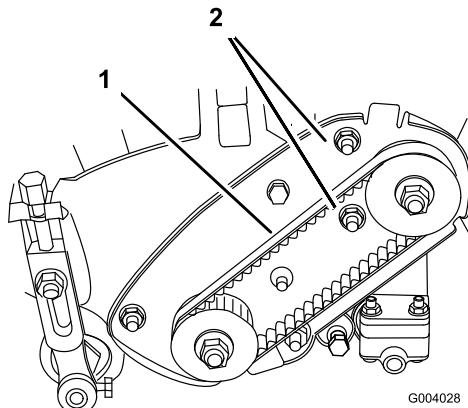

図 32
- A. ベアリング・ハウジング取り付けナットをゆるめる (図 32)。
- C. トルクレンチの設定が狂わないように注意しながら、ベアリング・ハウジング取り付けナットを締め付ける (図 32)。ベルトを締め付けすぎないように注意する。